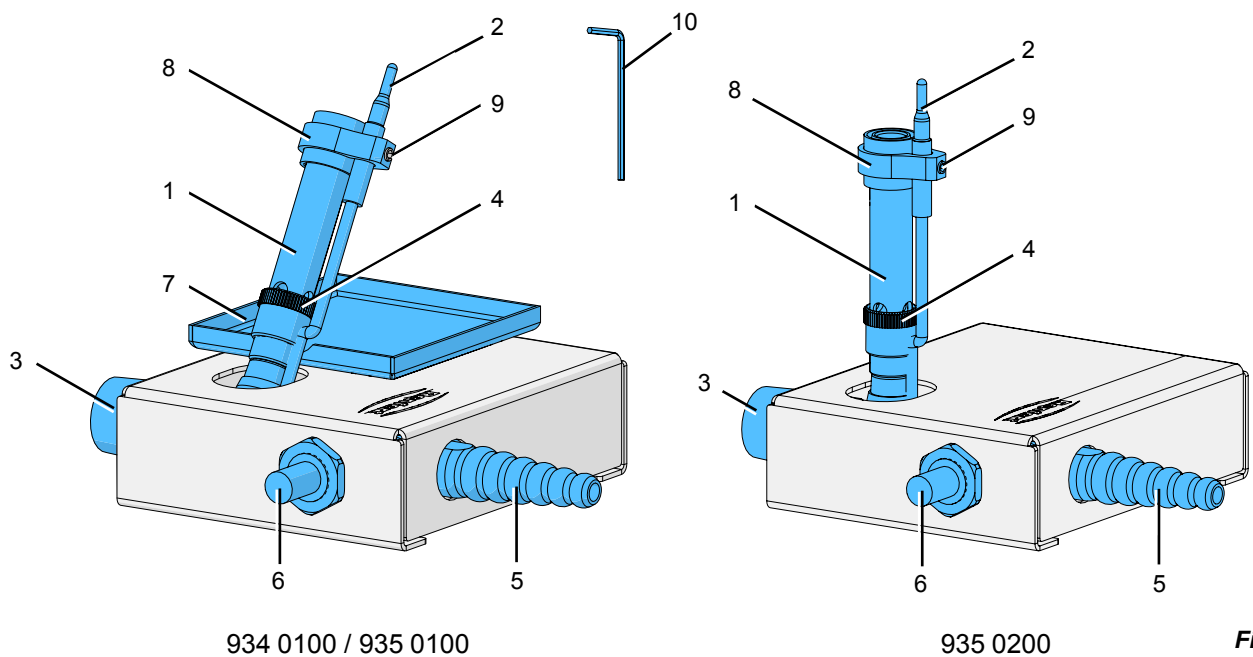

Fig. 1
▶ Tubo de mezclado (1, Fig. 1)
▶ Soporte del sensor (8, Fig. 1)
▶ Bandeja colectora (7, Fig. 1)